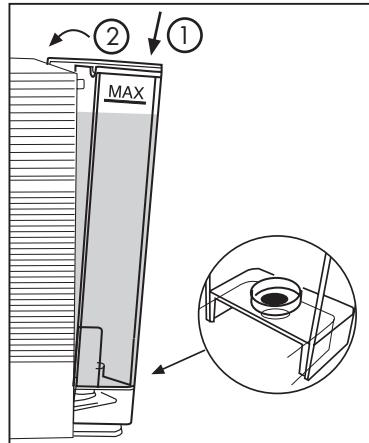

Fig. 3
- Inserire il serbatoio inclinandolo leggermente e appoggiandolo sulla valvola dell'acqua. Premere la parte superiore nella macchina fino a sentire uno scatto. (**Fig.3**)